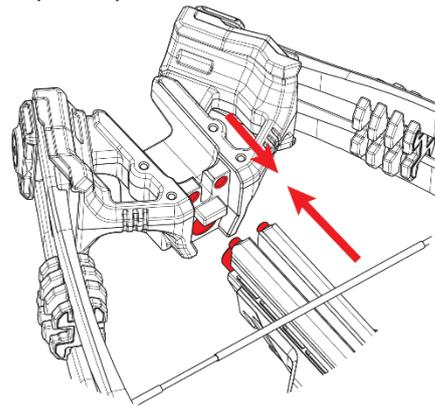

Рис.3
4. Вставьте колодку с плечами в направляющую до упора (Рис.3).